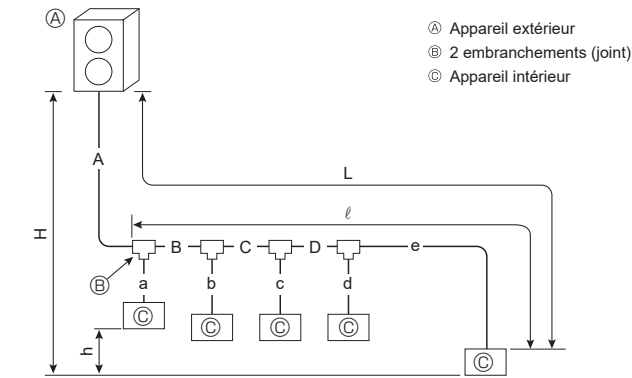

Fig. 4-3 (a)
4.3.1. Raccordement sans boîtier de dérivation (Fig. 4-3)